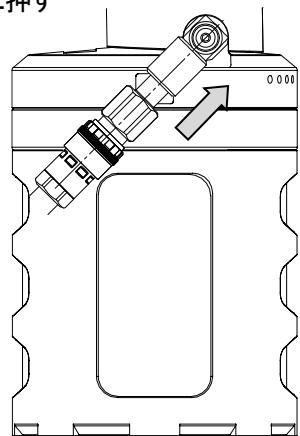

図 4-3
この時の ON-OFF バルブは ON の状態。 (P.8 図 4-3 参照)
- ① 圧縮空気を供給する。(ON-OFF バルブを開く)(図 4-3)